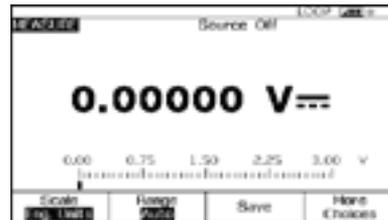

Figura 21.
- A continuación, pulse el botón "MEAS/SOURCE" (Medir/Generar) para entrar en el modo de pantalla dividida (Figura 21).